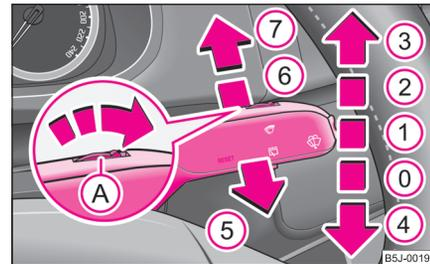

Abb. 41 Scheibenwischerhebel
Der Scheibenwischerhebel ⇒ Abb. 41 hat folgende Stellungen:
- Drücken Sie den Hebel vom Lenkrad weg in die Stellung **6** ⇒ Seite 51, Abb. 41, der Scheibenwischer wischt alle 6 Sekunden.
Zum Reinigen der Scheinwerfer kommt es nach jedem fünften Betätigen der Frontscheibenwaschanlage und wenn das Ablend- oder Fernlicht eingeschaltet ist sowie der Scheibenwischerhebel ca. 1 Sekunde in der Stellung **5** ⇒ Seite 51, Abb. 41 gehalten wird. ▶